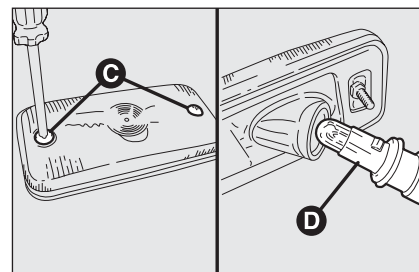

fig. 33a
- dévisser les deux vis de fixation C-fig. 33a et retirer le feu;